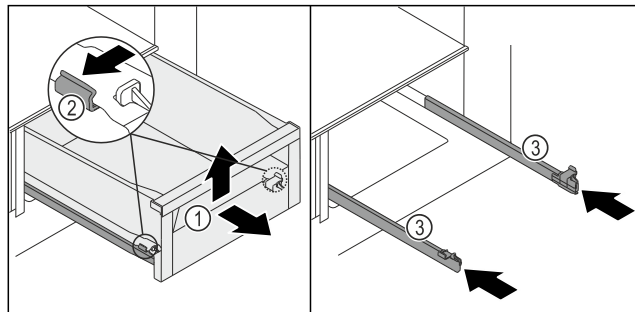

Fig. 94
- ▶ Вытяните выдвижной ящик Fig. 94 (1) до упора.
- ▶ Одновременно выдавите зажим Fig. 94 (2) слева и справа на направляющих немного наружу.
- ▶ Выдвижной ящик Fig. 94 (1) снимается с направляющих.
- ▶ Приподнимите выдвижной ящик Fig. 94 (1) спереди.
- ▶ Извлеките выдвижной ящик Fig. 94 (1) движением вперед.
- ▶ Задвиньте направляющие Fig. 94 (3).